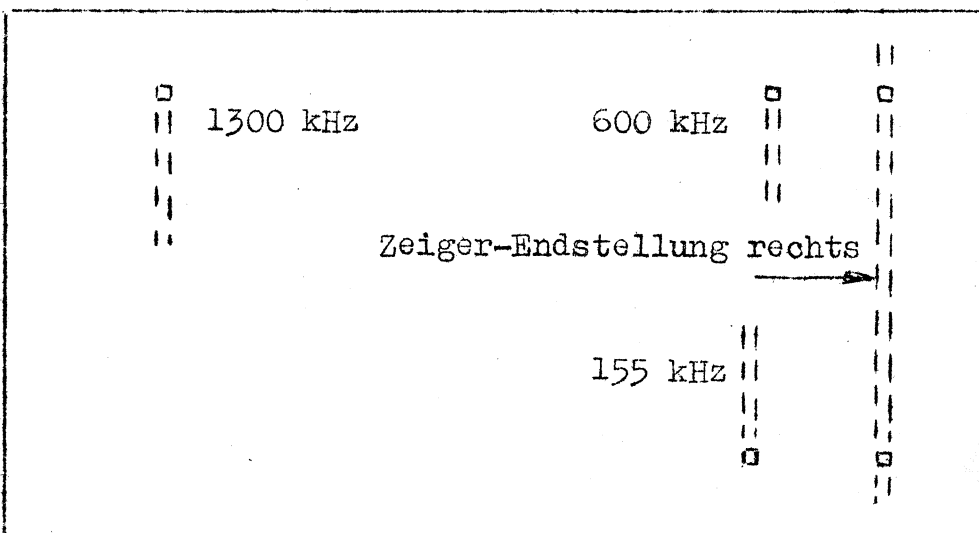
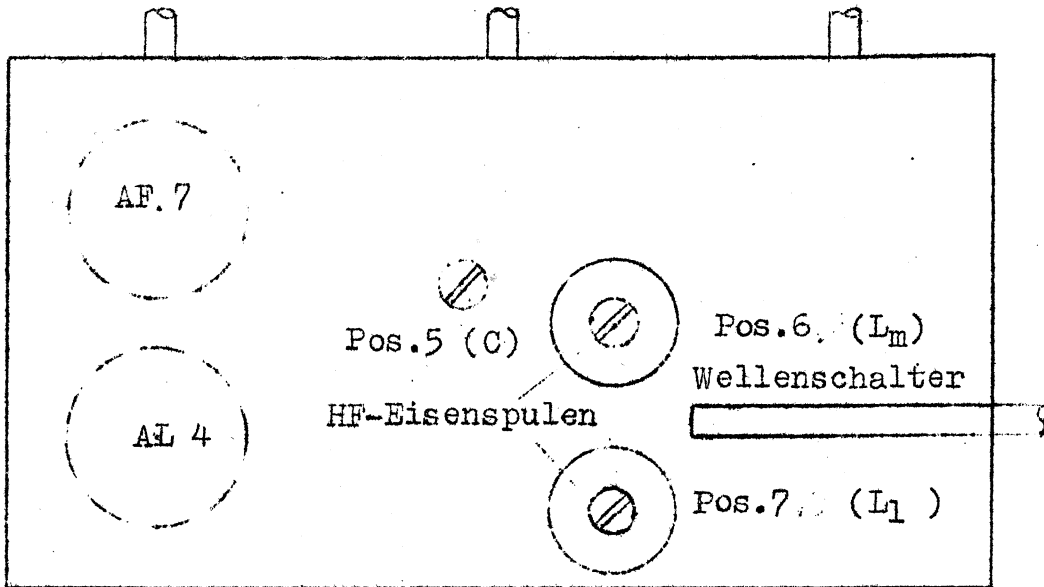

Bild 3 Skala AEG 216 W
Bild 4 Chassis AEG 216 W Unteransicht
- 4.) Abgleich: (Eichmarken der Skala siehe Bild 3, Positionslageplan siehe Bild 4). Vor dem Abgleichen Zeigerendstellung kontrollieren, Differentialkondensator (Lautstärkeregler) und Rückkopplung in Mittelstellung bringen, Hauptschalter auf Mittelbereich schalten, Meßsender auf 1300 kHz und Zeiger auf Eichmarke 1300 kHz einstellen, C-Quetsche (Pos.5) mit Isolierschraubenzieher einregulieren, dann Meßsender auf 600 kHz stellen und L-Abgleich (Pos.6) mit Isolierschraubenzieher vornehmen, C- und Lm-Abgleich solange wiederholen, bis das Maximum erreicht ist. Letzte Einstellung C, Hauptschalter auf Langbereich schalten, Meßsender auf 155 kHz (= Kowno) und Skalenzeiger auf entsprechende Eichmarke bringen, dann L1 (Pos.7) nachstellen.